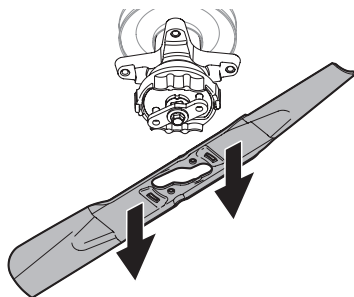

Fig. 49
- Lorsque le trou au centre de la lame s'aligne avec le support de retenue, tirez sur la lame (Fig. 49).